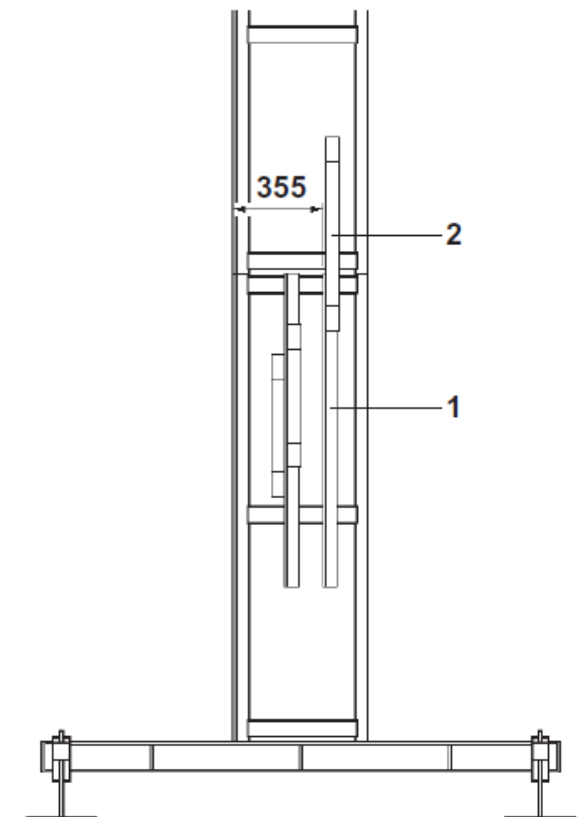

Fig. 6.10
Aceasta se instaleaza doar la utilajele dotate cu PLC Ea trebuie pozitionata asa cum este indicat in fig. 6.10. Pe coloana de baza este deja instalat un suport de patina (1) in corespondenta cu switch postat pe grupul de ridicare. Se instaleaza patina (2) avind in vedere verificarea pozitionarii fata de switch.